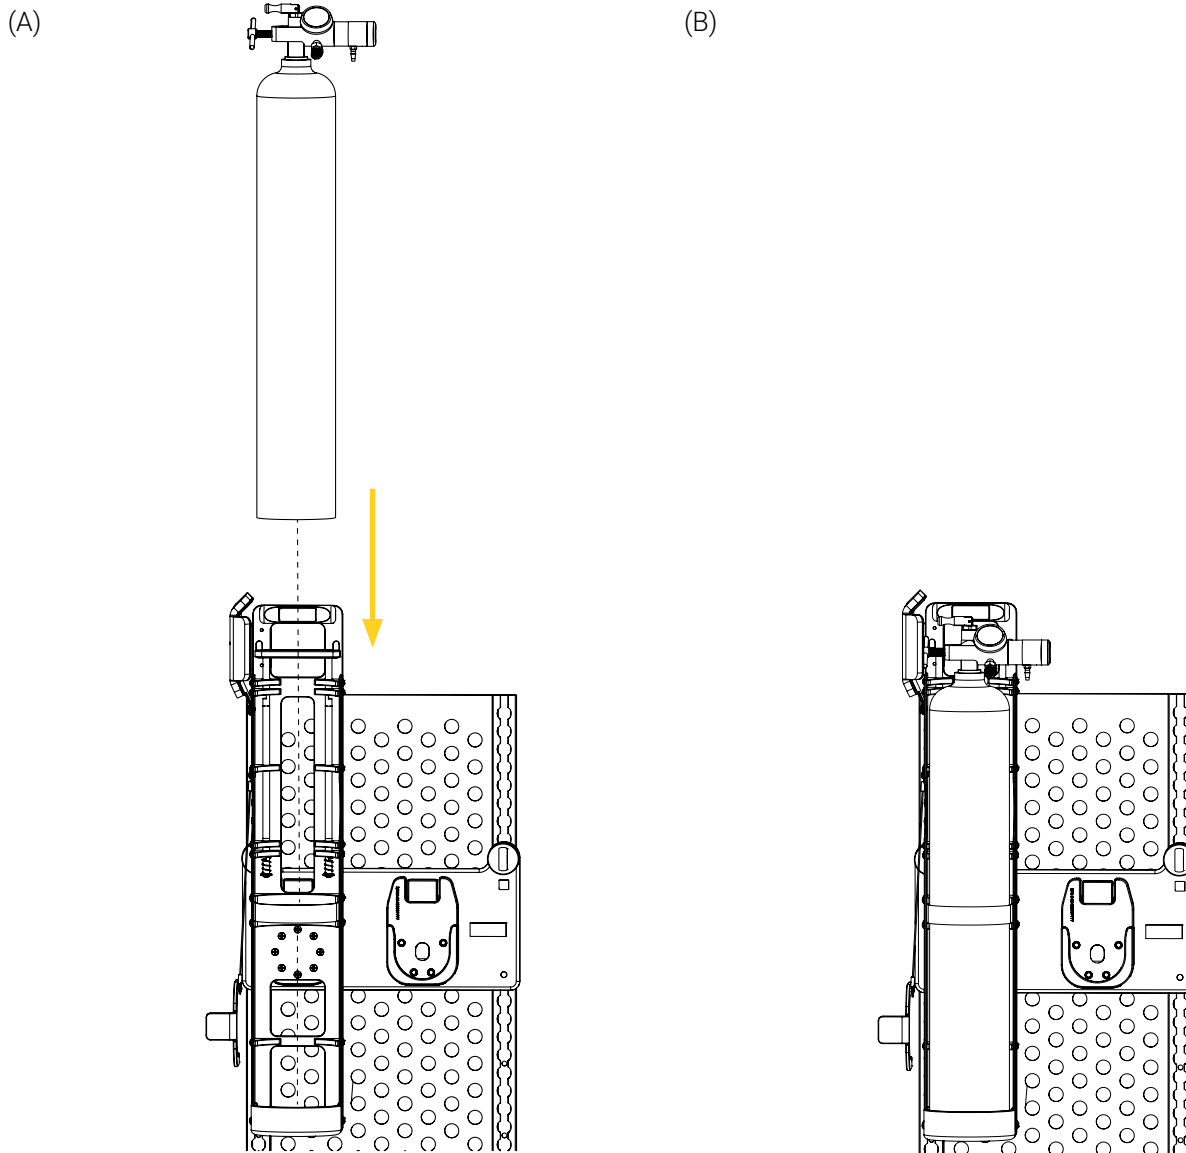

Figure 7: Installation du cylindre à gaz
3. Insérer le cylindre à gaz verticalement dans le support pour cylindre à gaz (Figure 7).